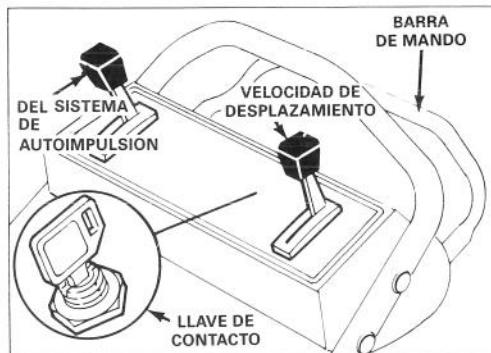
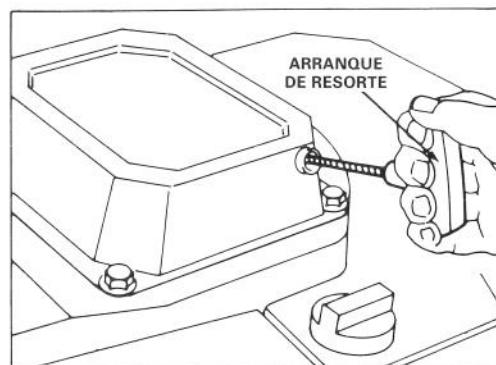

Figura 7
Figura 8
1. CONTROLES — La llave de contacto (en los modelos de arranque con llave) el acelerador, el control de velocidad y la barra de mando del sistema de autoimpulsión se encuentran situados en la parte superior de la manija (Figura 7). El arranque de resorte a mano se encuentra en la parte superior del motor (Figura 8).
2. Empujar el cable contra la bujía y en los modelos autoimpulsados mover el control de velocidad de desplazamiento a la posición "N" (Figura 7).
4. ARRANQUE ELECTRICO — Mover el acelerador a la posición ESTRANGULADOR DE AIRE (Figura 7). Girar la llave hasta la posición ARRANQUE y soltarla cuando se ponga en marcha el motor.
Nota: Si la batería está descargada, el motor se puede poner en marcha con el arranque de resorte (Figura 7).